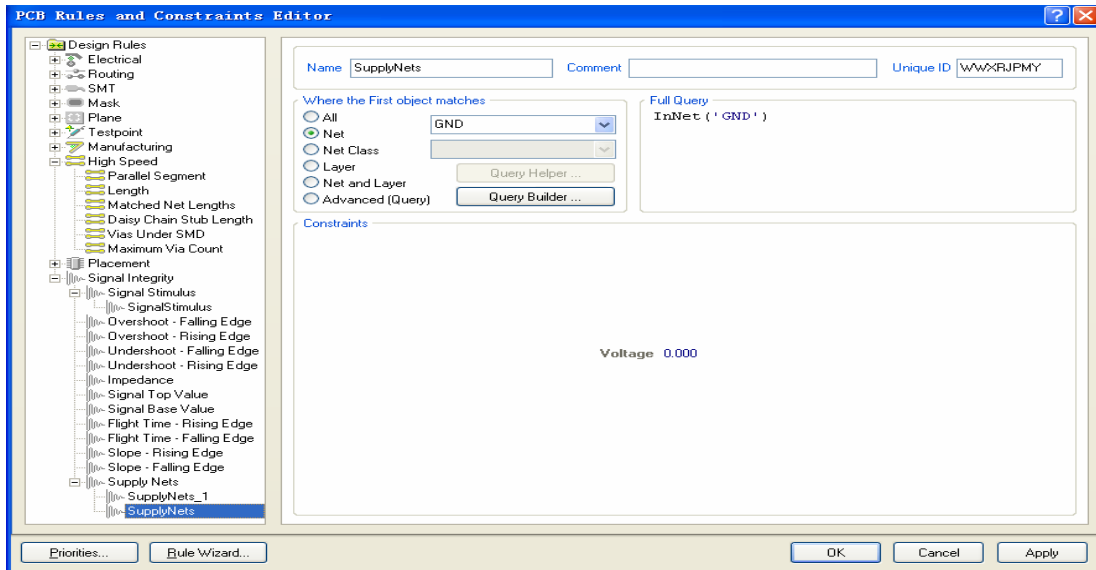

图 5
- 接下来设置电源和地网络，右键点击 Supply Net，选择 New Rule，在新出现的 Supplynets 界面下，将 GND 网络的 Voltage 设置为 0 如图 5 所示，按相同方法再添加 Rule，将 VCC 网络的 Voltage 设置为 5。其余的参数按实际需要进行设置。最后点击 OK 推出。